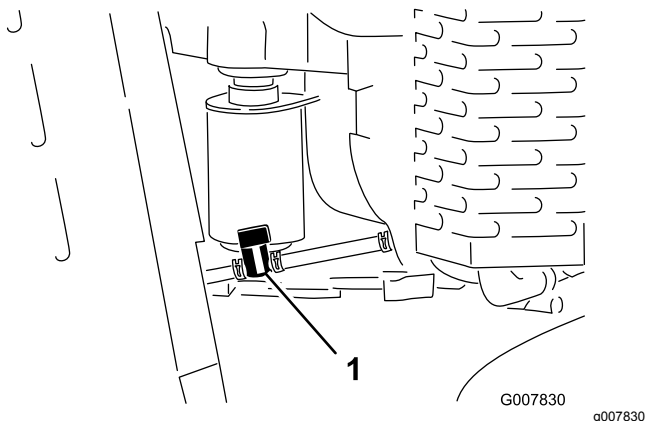

Figure 38
3. Tournez le robinet d'arrivée de carburant en position fermée (Figure 38).
5. Débranchez la conduite d'alimentation du robinet (Figure 38).
7. Tournez le robinet d'arrivée de carburant en position ouverte (Figure 38).